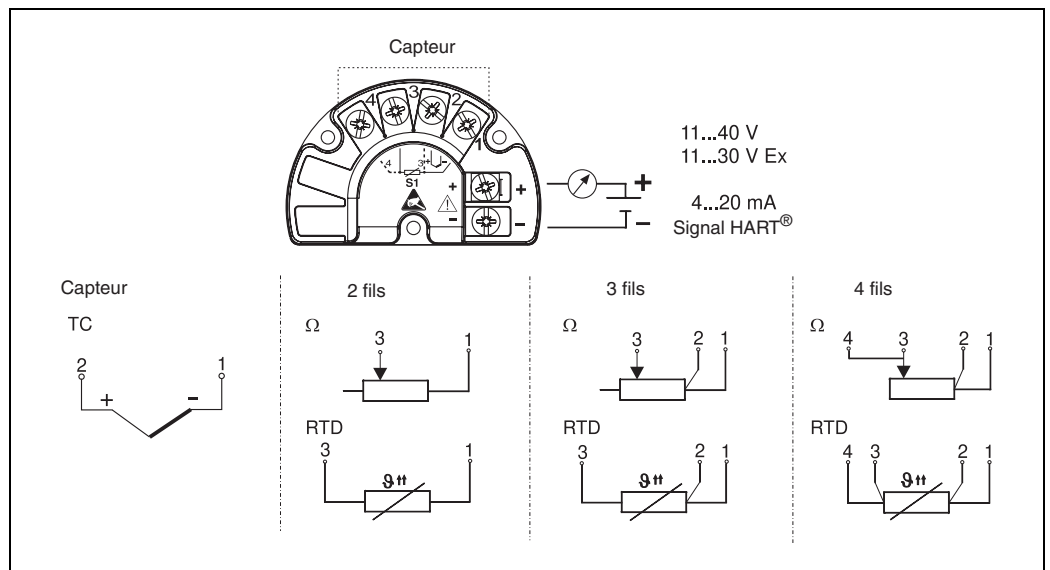

fig. 5 : Câblage du transmetteur de terrain
7. Relier les câbles (→ fig. 5).
L'occupation des bornes est-elle correcte ? Comparer le schéma de raccordement du bornier ou → fig. 5.	Voir schéma de raccordement sur le boîtier